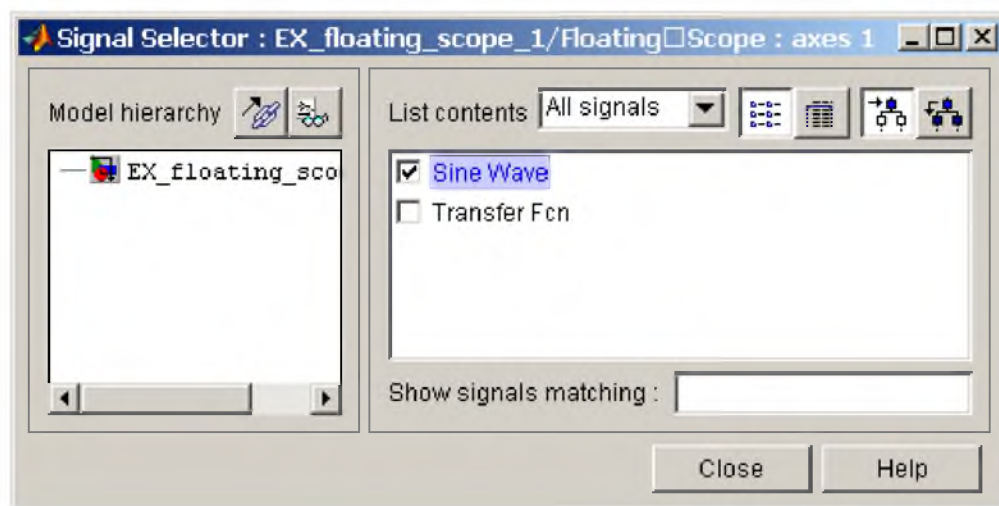

Рис. 9.2.11. Окно диалога **Signal Selector**
2. С помощью инструмента  открыть окно диалога **Signal Selector** (рис. 9.2.11).